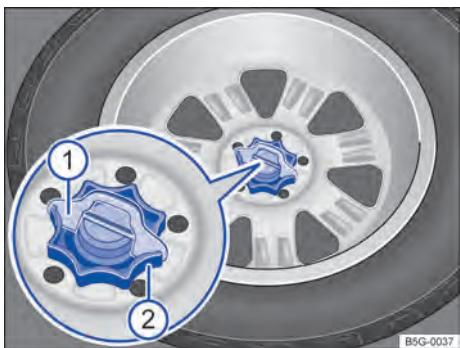

Fig. 185 No compartimento de bagagem: manípulo para fixação da roda sobressalente.
- Se necessário retirar o calço de proteção contra giro ⇒ Fig. 185 ① por cima.
- Girar totalmente o manípulo localizado no meio da roda sobressalente ② no sentido anti-horário, e remover a roda sobressalente.